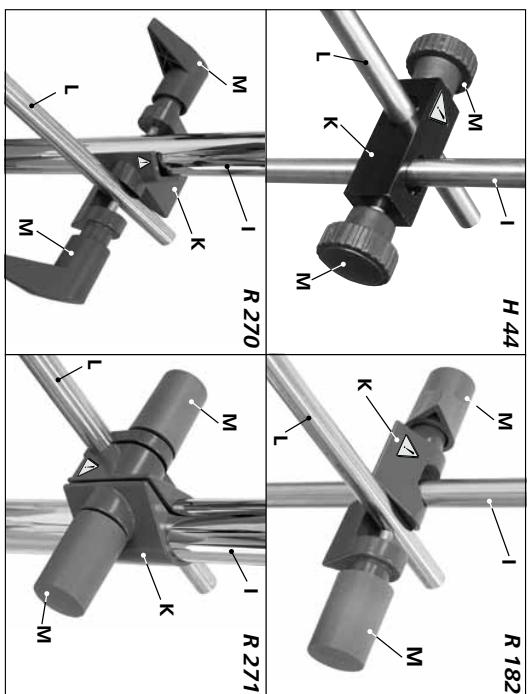

Fig. 1
- Kreuzmuffe (**K**, siehe **Fig. 1**) an Stativsäule (**I**, siehe **Fig. 1**) befestigen; freie Kreuzmuffenseite muss nach oben zeigen (**R 182 / R 270**)!
- Ausleger des Laborgerätes (**L**, siehe **Fig. 1**) befestigen.
- In gewünschter Positionierung des Laborgerätes beide Drehgriffe (**M**, siehe **Fig. 1**) nacheinander kräftig, handfest anziehen.
- Attach cross sleeve (**K**, see **Fig. 1**) to stand (**I**, see **Fig. 1**); open side of cross sleeve must face up (**R 182 / R 270**)!
- Mount laboratory device extension arm (**L**, see **Fig. 1**).
- When laboratory device is in desired position, firmly finger-tighten both turning handles (**M**, see **Fig. 1**) one after another.